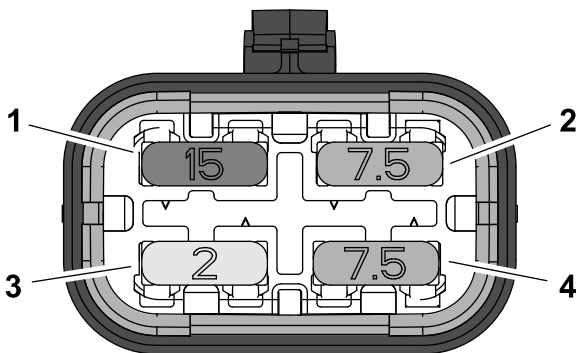

Figura 43
- Inserite un nuovo fusibile nella fessura del portafusibili (Figura 43).